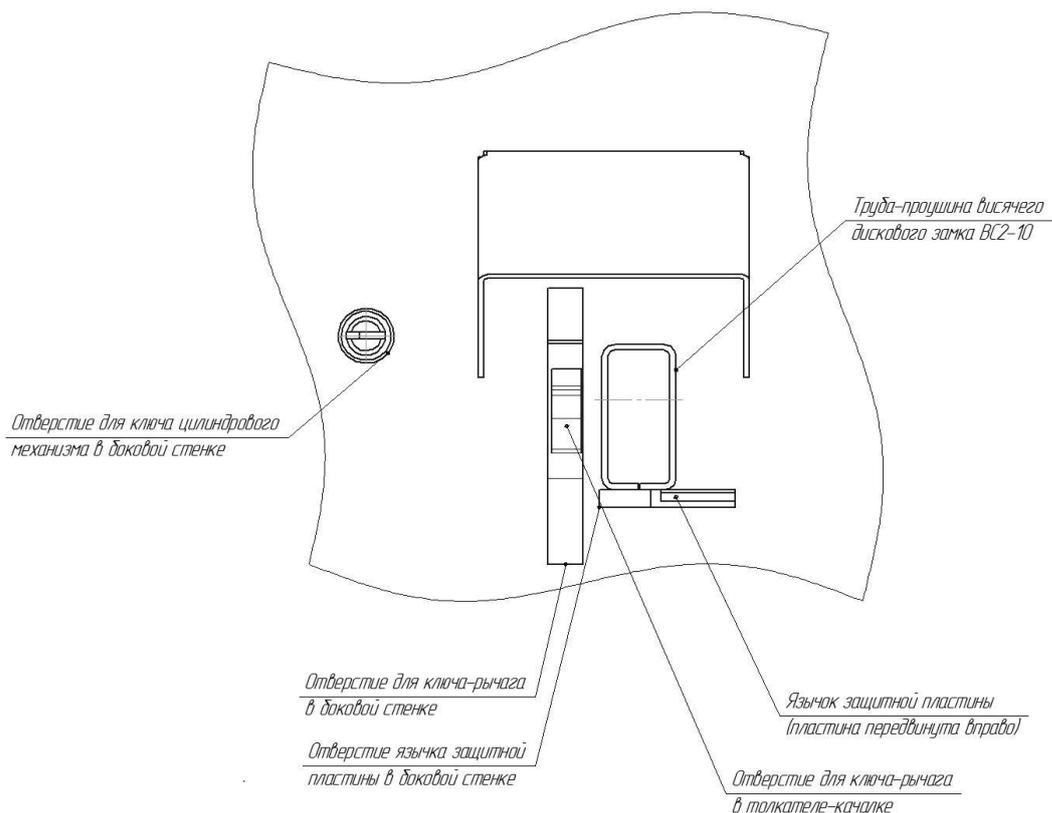

Рис. 35 Запорный механизм со снятым замком
- При снятом висячем замке, сдвинутой вправо защитной пластине и разблокированном механизме подъема запора, вставить ключ-рычаг в отверстие толкателя-качалки до упора (см. рис.35).